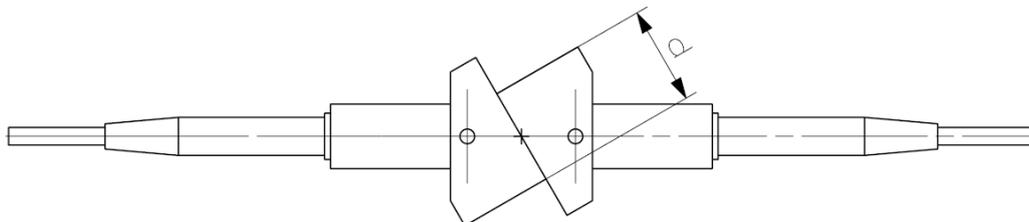

图 3-3 零点校准探头对接示意图
- i). 将 TOFD 探头安装在楔块上后，按照图 3-3 所示将两个探头对接，调节仪器增益、探测范围、显示延迟等参数，使探头对接回波显示在屏幕中央。
- iv). 使用直尺测量图 3-3 所示  $d$  数值，此数值将用于设置扫描架探头间距，并将二分之一  $d$  值（即单倍的探头前沿）输入仪器中。